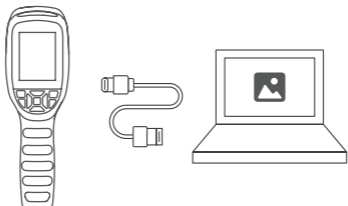

図 4.1.1
2. 提供した USB ケーブルで TC004 SE をコンピュータに接続します (図 4.1.1 を参照)。